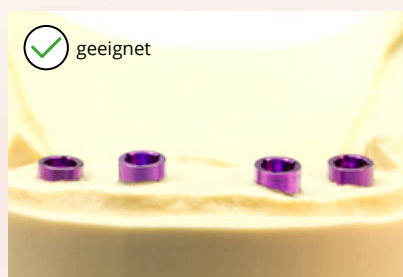

Abb. 3 Modell ohne Zahnfleischmaske.
- Bei direkt auf Implantatschulter verschraubten Stegen und Brücken ist eine durchgehende, abnehmbare Zahnfleischmaske mit ausreichender distaler Extension auf einem ungesägten Modell zwingend notwendig (Abb. 3 und 4)